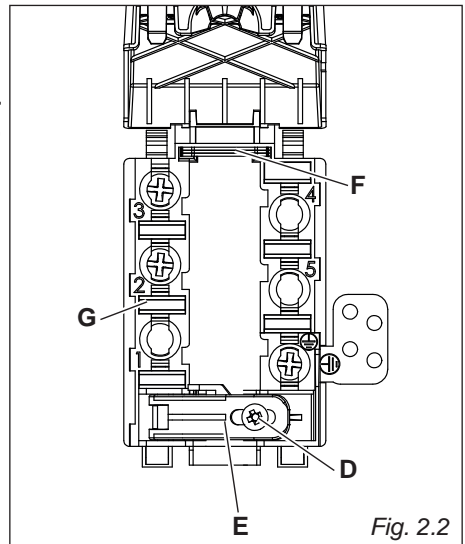

Fig. 2.2
- Svitare la vite "D" e aprire completamente il fermacavo "E" (fig. 2.2).